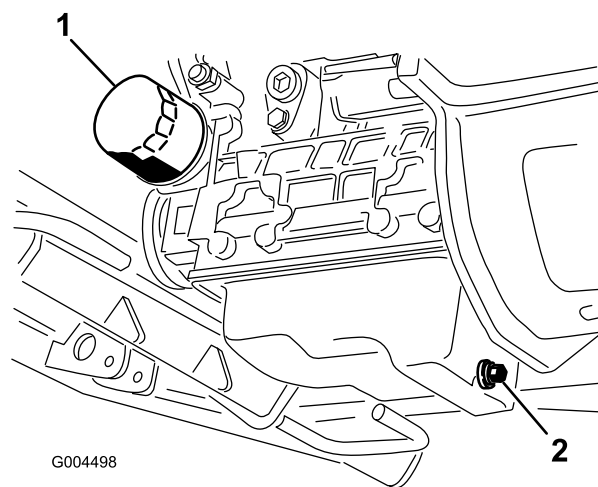

Рисунок 41
3. Подставьте сливной поддон под масляный поддон, совместив с пробкой сливного отверстия (Рисунок 41).
6. Снимите и замените масляный фильтр (Рисунок 41).